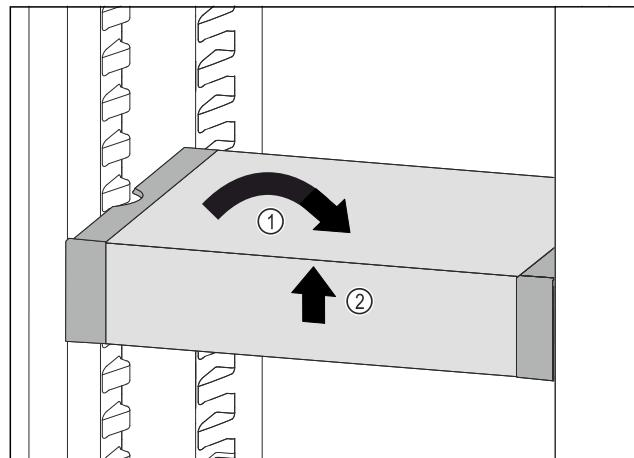

Fig. 70
- ▶ Ispravite VarioSafe. Fig. 70 (1)
- ▶ Podignite sprijeda VarioSafe. Fig. 70 (2)